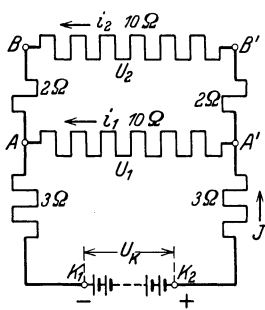

Abb. 16. Schaltung von Widerständen zu Aufgabe 75.
75. Eine Stromquelle erzeugt zwischen den Klemmen  $K_1K_2$  eine Spannung von 110 [200] V (Abb. 16). Die Widerstände der einzelnen Leiterstücke sind:  $K_1A = 3$  [2]  $\Omega$ ,  $AB = 2$  [0,5]  $\Omega$ ,  $AA' = 10$  [20]  $\Omega$ ,  $BB' = 10$  [15]  $\Omega$ ,  $B'A' = 2$  [0,5]  $\Omega$  und  $A'K_2 = 3$  [2]  $\Omega$ . Gesucht: